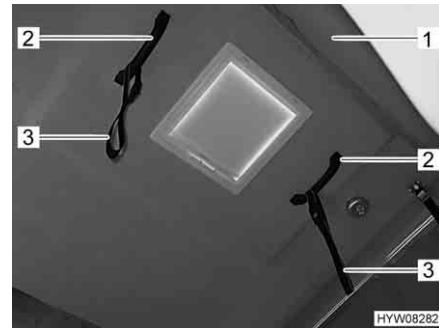
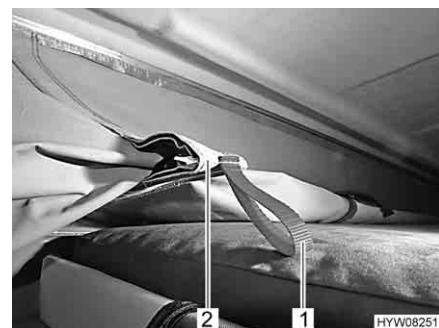

Fig. 44 Maniglie sul tetto a soffietto
Fig. 46 Dispositivo di inserzione
- Spingere il tetto a soffietto completamente verso l'alto mediante le maniglie (Fig. 44,2).
- Tirare lentamente verso il basso il tetto a soffietto (Fig. 44,1) tenendolo per le maniglie (Fig. 44,2) o le cinghie ausiliarie (Fig. 44,3) fino a che il tetto sollevabile rimane autonomamente in questa posizione. Prestare attenzione a che i dispositivi di inserzione laterali (Fig. 46,2) si pieghino verso l'interno.
- Tirare il tessuto della tenda per i passanti (Fig. 46,1) del dispositivo di inserzione (Fig. 46,2) verso l'interno.